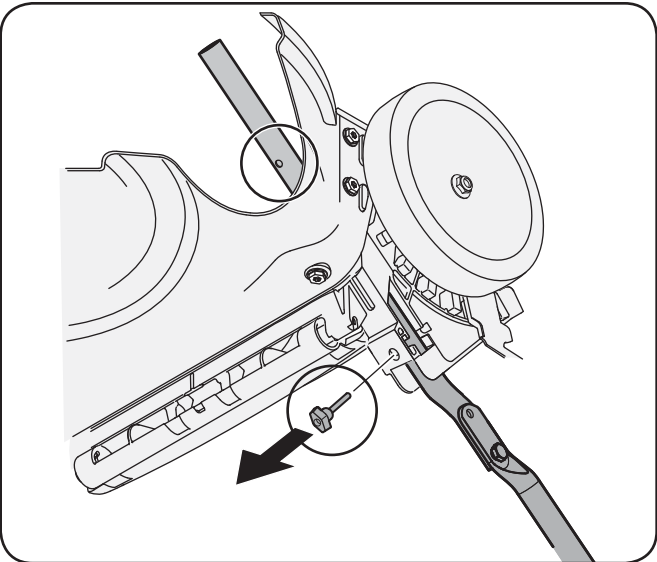
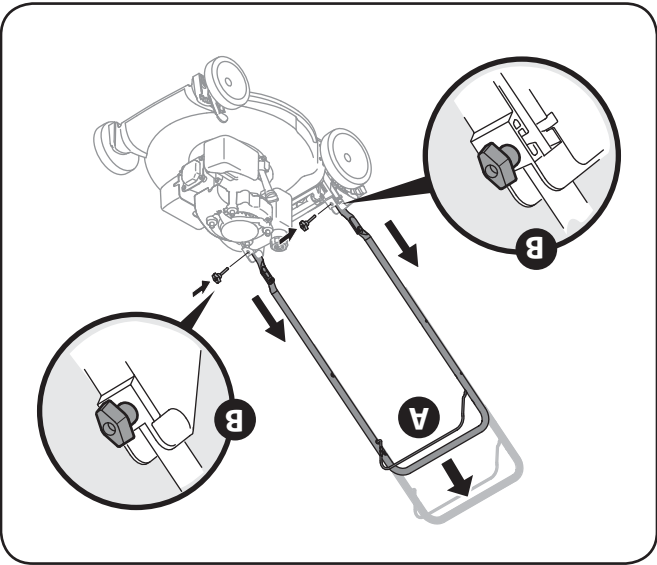

Figure 3-3
Figure 3-4
2. Retirez les boulons à tête en T des supports du guidon, comme la Figure 3-3.
- a. Relevez le guidon jusqu'à ce que les trous du guidon inférieur (voir l'éclaté de la Figure 3-3) s'alignent avec les trous des supports du guidon. Voir la Figure 3-4.
- b. Insérez les boulons à tête en T, enlevez au paragraphe 1b, dans les supports du guidon et dans le guidon inférieur et serrez à fond pour maintenir le guidon en place. Voir la Figure 3-4.